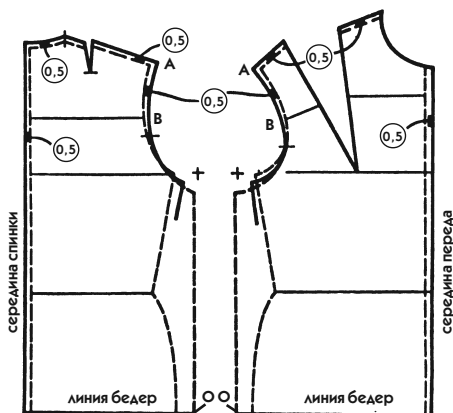

Рис. 352
Выполните это задание на только что начерченном лекале, используя цветной карандаш. На рис. 352 перенесены неизменяемые величины, заключенные в кружок. Внесите все изменения, свойственные базовым лекалам жакетов и пальто.
- От конца проймы базового лекала платья отложите 2,5 см по горизонтали и отметьте засечками (на рис. 352 — крестики).
- От этих точек проведите вертикально вниз пунктирные линии, параллельные срединным линиям переда и спинки (см. рис. 352), затем проверьте полученную ширину по линии бедер.
- На новой линии бокового среза (на переде и спинке), отходящей от линии груди, отмерьте вниз по вертикали 2 см (см. рис. 352). Мерки, указанные в этом и предыдущем примерах, можно применить к любому прямому изделию. Однако во избежание ошибок лучше обратиться к Таблице расширения лекал, приведенной чуть ниже.
- От этой точки проведите плавную изогнутую линию проймы *прилегающего жакета* (рис. 352, пунктирные линии). Можно не переснимать эту линию, ее и так легко выполнить.
2. Чтобы расширить окат рукава, как это сделано с проймой, выполните лекало рукава в соответствии с лекалом для пальто прямого покроя (см. рис. 352).